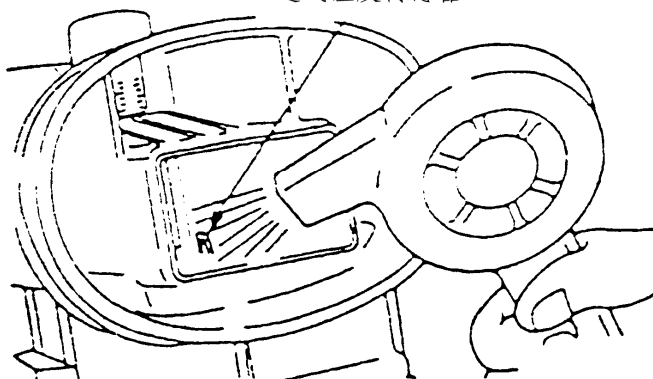

图 3-48 加热进气温度传感器
(2) 测量 5 号端子与 6 号端子之间的电阻值。该电阻值的标准值为  $2.3\sim 3.0\text{k}\Omega$  ( $20^{\circ}\text{C}$ )； $0.30\sim 0.42\text{k}\Omega$  ( $80^{\circ}\text{C}$ )。
(3) 如图 3-48 所示，用吹风机加热进气温度传感器，重新测量电阻值。正常情况下，如果温度较高时，则相应电阻值较小。